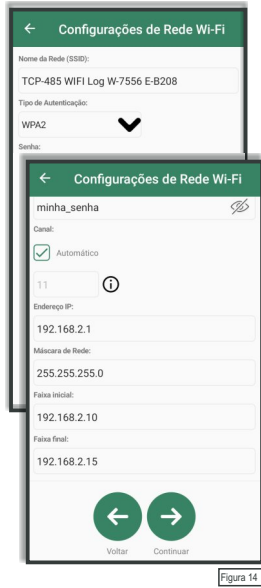

Figura 13
**Passo 3:** Na tela **Modo de Rede Wi-Fi**, selecione a opção **Roteador wireless** (Figura 13).